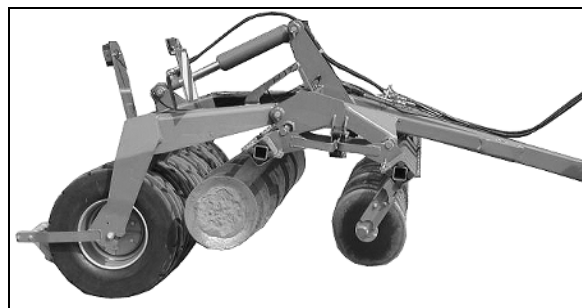

Fig. 29
- Ridicați complet ambele baterii de discuri (Fig. 29).